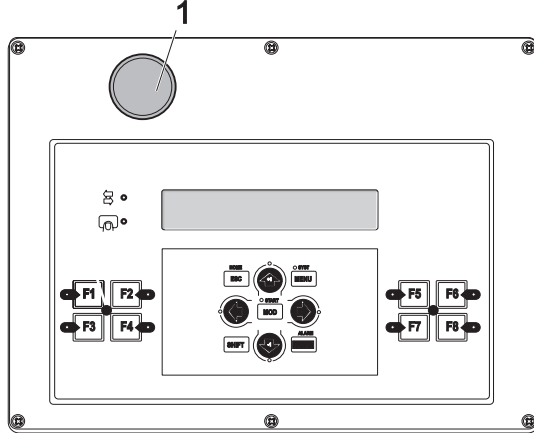

Figura E.1: Apparecchio di comando
- sull'apparecchio di comando (1, figura E.1)